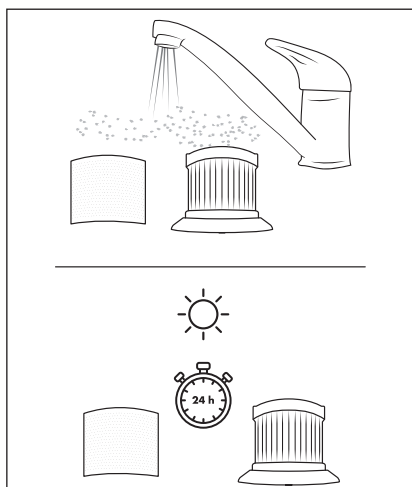

Fig. 13
- 4) Lavare il filtro EPA **5** e il filtro in acciaio inox **6** con acqua fredda o tiepida. Lasciare asciugare completamente all'aria il filtro EPA **5** e il filtro in acciaio inox **6** prima di inserirli nuovamente nel contenitore della polvere **2** (vedere fig. 13).